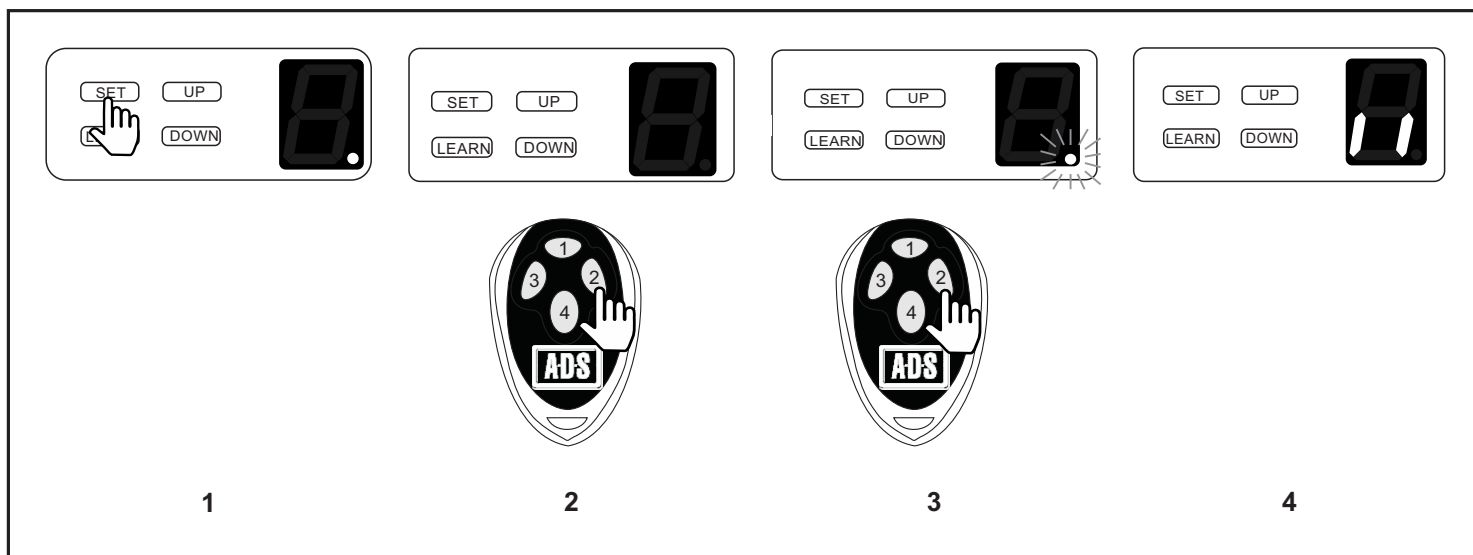

Fig.13
Agregar Transmisor (grabar). (Fig. 13)
- 2.- Presione durante 2 segundos el botón del Transmisor que desea utilizar (fig.13. botones: 1, 2 ó 4) (el punto en el display se apagará).